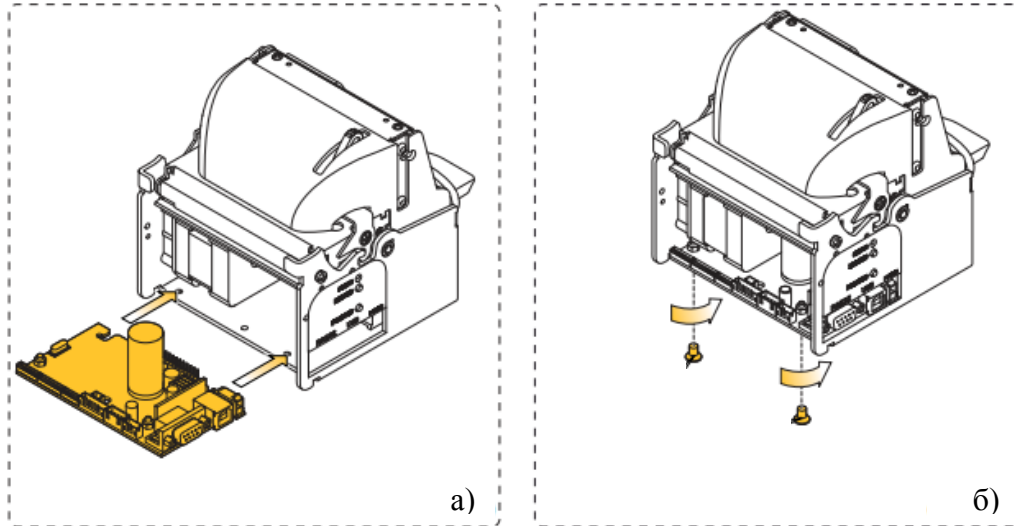

Рисунок 5.18 - Присоединение контроллера принтера
5.13.5 Присоединение контроллера принтера производить в обратном порядке, как показано на рисунках (Рисунок 5.18 а), Рисунок 5.18 б)), винты зафиксировать (усилие крутящего момента 80 сН х м).